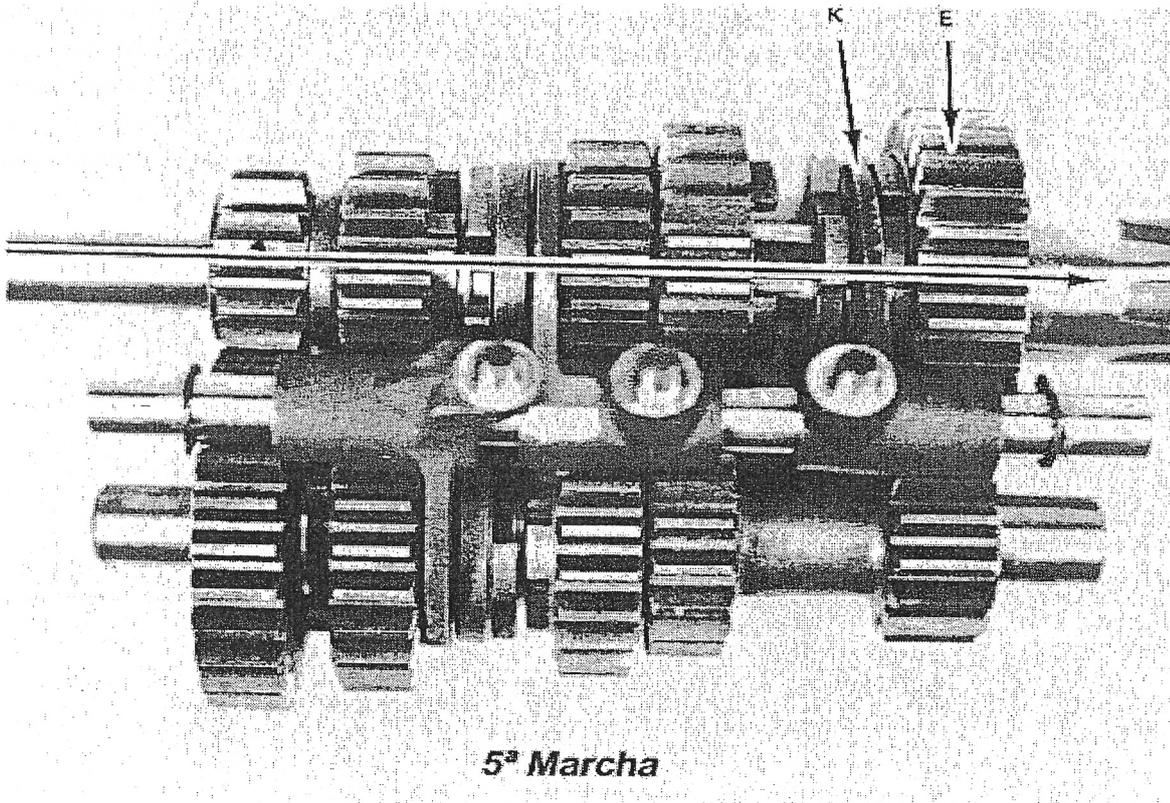

FIG. 37
9. **Quinta** : Para pasar de 4ª a 5ª de nuevo hay que levantar la palanca de cambios. La rotación del eje del selector hace levantar la horquilla que hace girar el tambor. La cruceta, K se desliza hacia la derecha, desengranándose de D y continua su movimiento hasta que se engrana con E. La transmisión está ahora en 5ª como muestra la Fig 37.